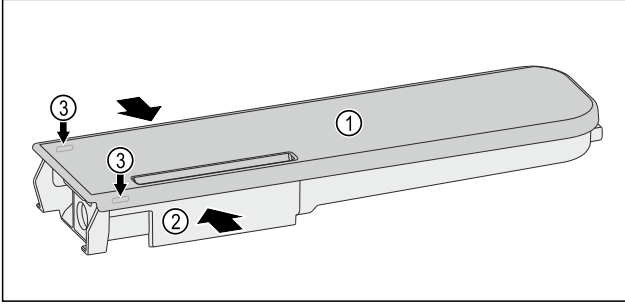

Fig. 173
- Su kabını Fig. 173 (2) sıkıştırın ve kapağı Fig. 173 (1) dikkatli bir şekilde yerleşme tırnağının Fig. 173 (3) üzerine kaldırın ve yukarı çekin.
- Kapağı Fig. 173 (1) hafifçe ileri-geri kaydırın ve yukarıya doğru çekip çıkartın.